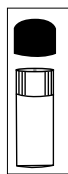

Figura 3A
2. Remova a tampa de vinil do frasco para expor o orifício de fuga pequeno como mostrado na Figura 3A abaixo. NÃO REMOVA O TAMPÃO PRETO DO FRASCO.